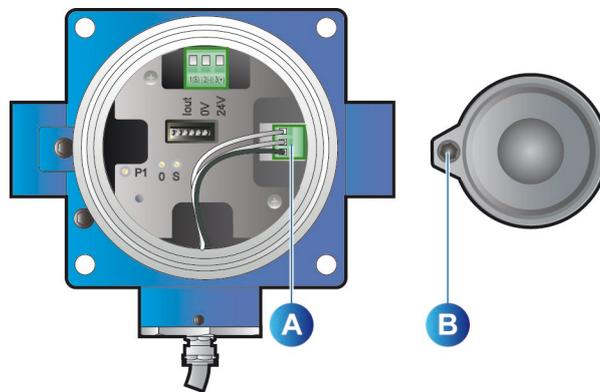

Abbildung 17 : OLC 100HT – Austausch des Hochtemperatursensors.
- Lösen Sie die Schraube "B" (Abbildung Abbildung 17) am Sensorkopf und nehmen Sie sie heraus.